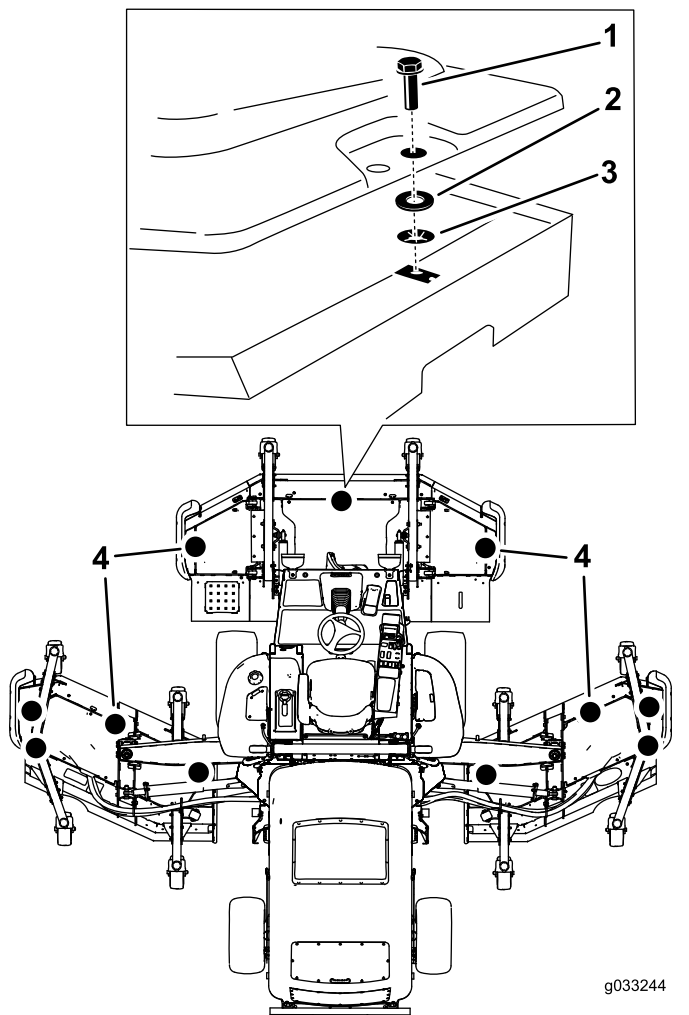

Figuur 4
5. Monteer het zijpaneel op de machine; gebruik hierbij de borgschroef (Figuur 4).